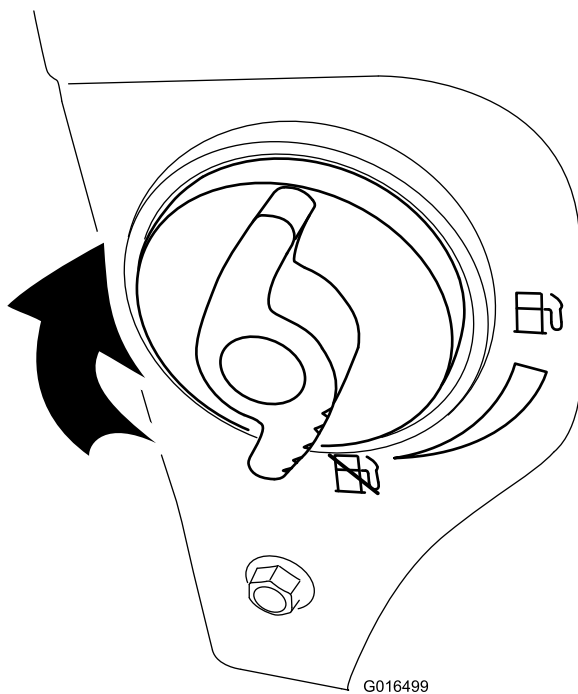

Рисунок 31
4. Закройте отсеccionный топливный клапан, повернув его по часовой стрелке (Рисунок 31).